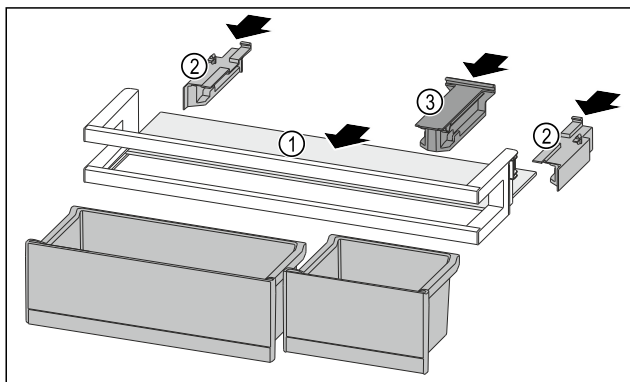

Fig. 94
- Odkládací plochu Fig. 94 (1) zasuňte do bočních vybrání.
- Boční díly Fig. 94 (2) vložte.
- Držák Fig. 94 (3) vložte.